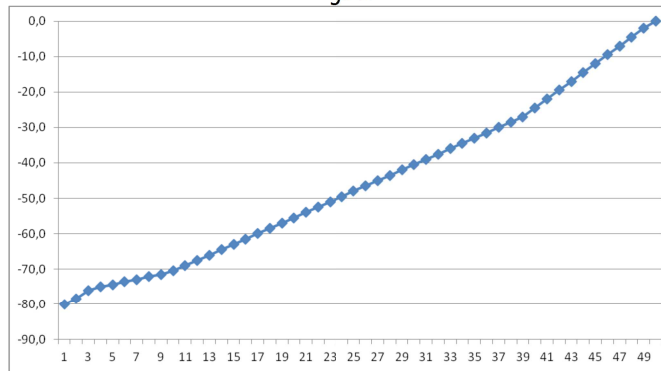

fig. 2
2. Volume Scale #2 – This setting is thought for hi efficiency loudspeaker (fig. 2)
2. Curva #2 – Questa curva è adatta ai diffusori ad alta efficienza (fig. 2).